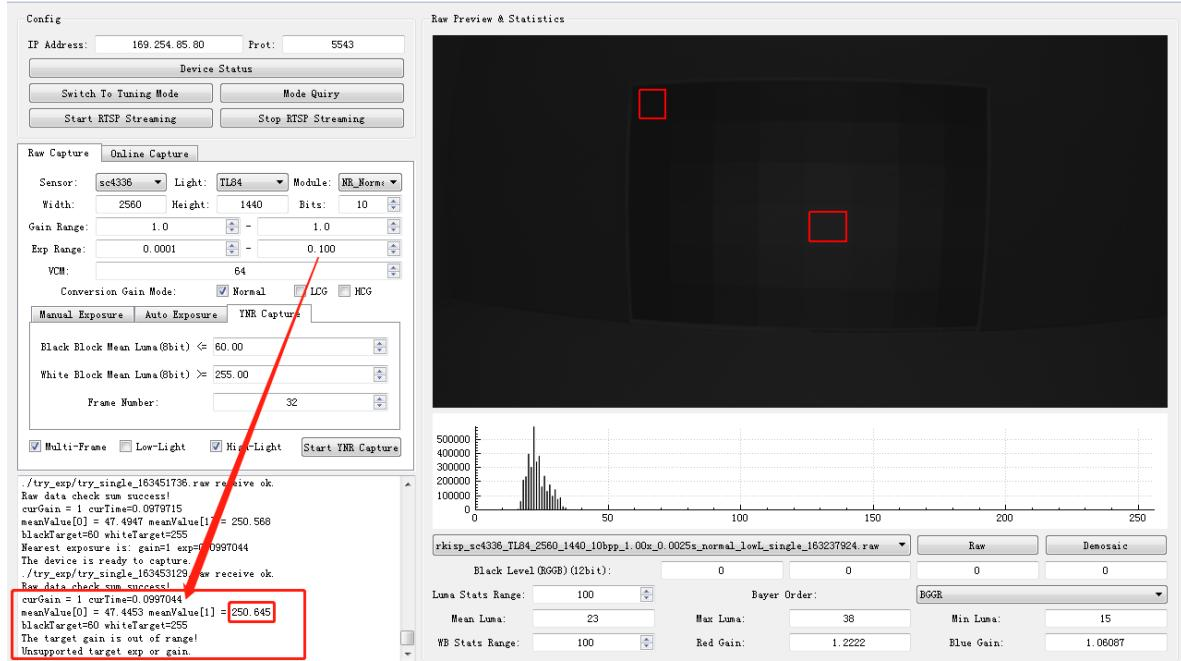

图4-6-7
b)当曝光打满，最亮块的亮度仍然到不了255时，如图4-6-7所示，需要手动将灯箱亮度调亮，再点击Start YNR Capture重新拍摄，满足条件后得到带Multiple和Single后缀的Raw图各一张，如图4-6-8所示；